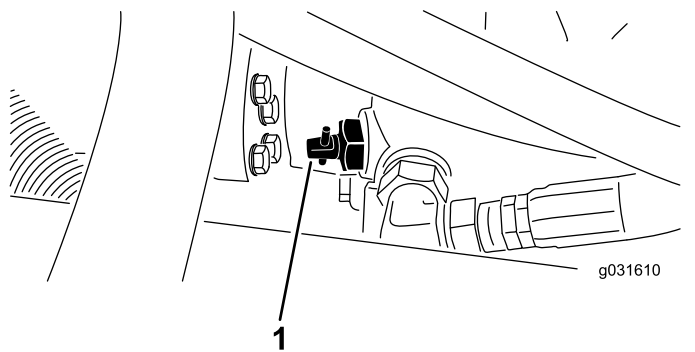

Рисунок 29
1. Найдите перепускной клапан на насосе (Рисунок 29) и ослабьте его, повернув на 90° (на 1/4 оборота).